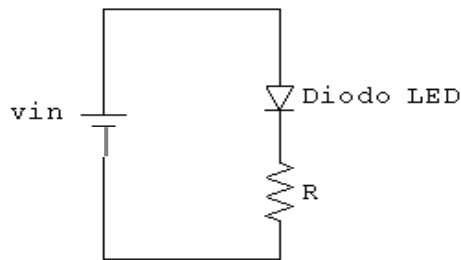

Figura 1.4
- Realiza el montaje del circuito representado en la figura 1.4